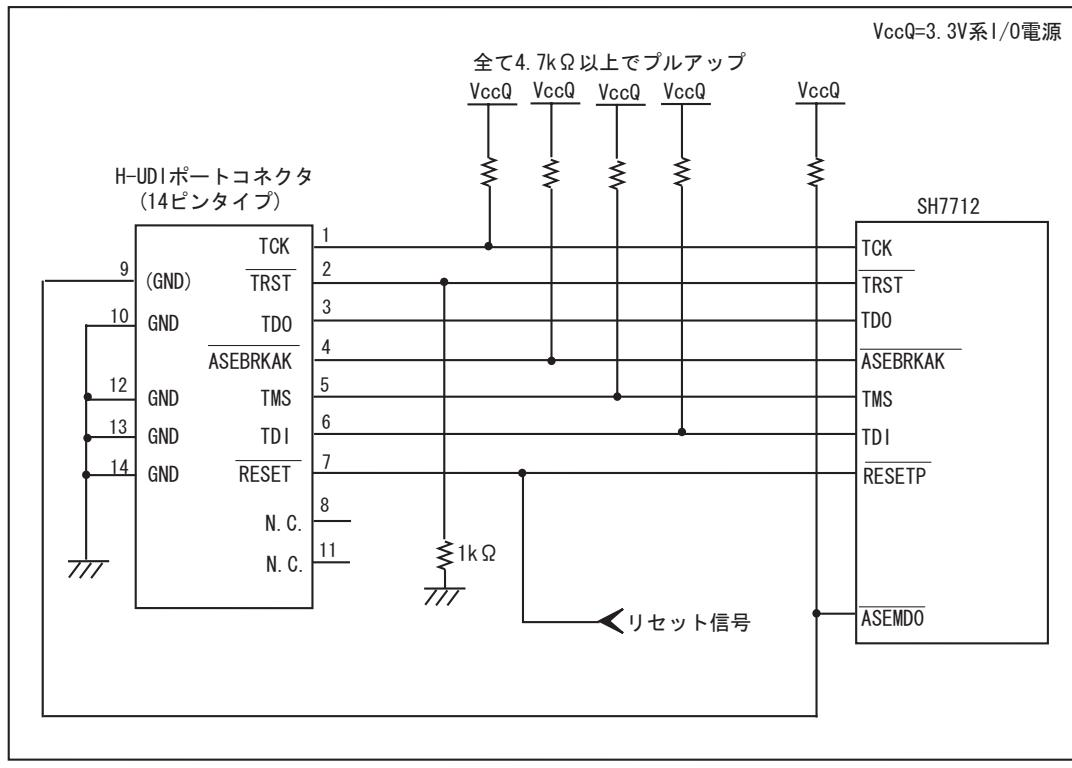

図 1.6 E10A-USB 使用時の H-UDI ポートコネクタ - チップ間の接続例
E10A-USB エミュレータ使用時の H-UDI ポートコネクタ(14 ピンタイプ)とチップ間の推奨接続例を図 1.5、UVCC 未接続時の接続例を図 1.6 に示します。
- 図 1.6 接続例で回路を組んだ場合の E10A-USB エミュレータのスイッチ設定 : SW2=0, SW3=1 スイッチ設定の詳細は、「SuperH™ファミリ用 E10A-USB エミュレータユーザーズマニュアル バッガ編 3.8 章 DIP スイッチの設定」を参照してください。